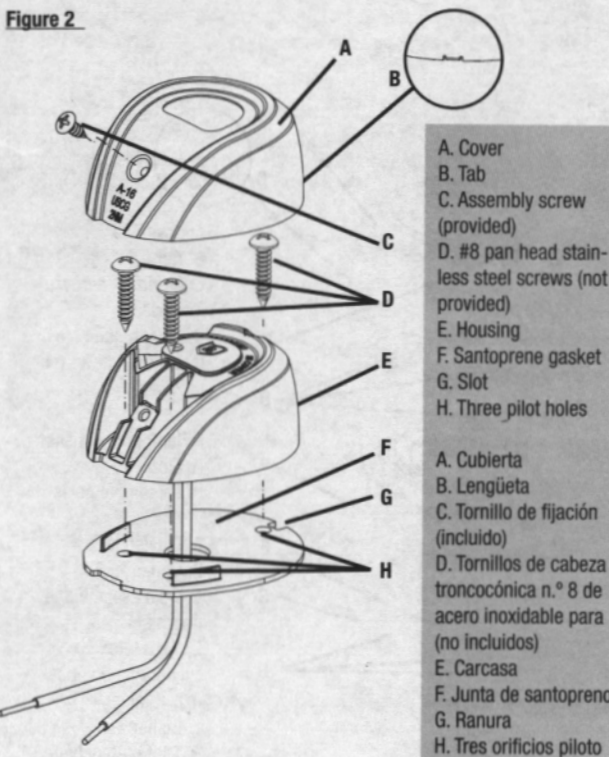

Figura 3
6. Haga las conexiones conforme a las INSTRUCCIONES DE CABLEADO. (Figura 3).
1. Conecte los cables a la fuente de alimentación con fusible: (ver figura 3).